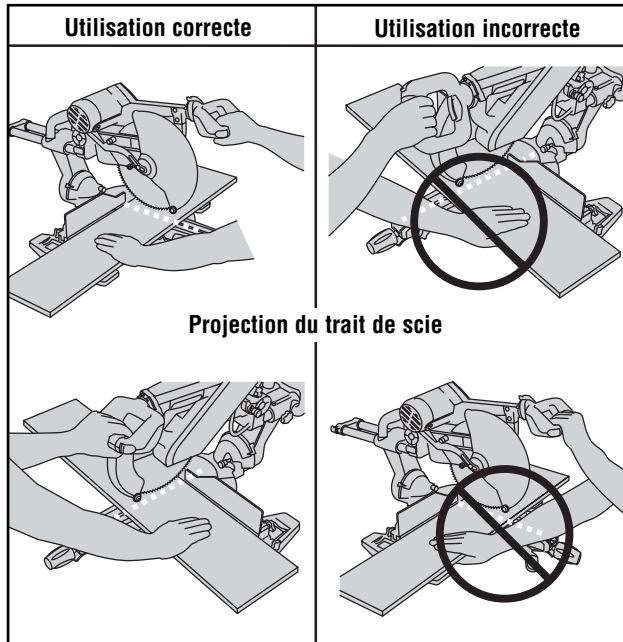

Figure 17. Positions des mains
**AVERTISSEMENT** Positionnez votre corps et vos mains adéquatement pour rendre la coupe plus facile et plus sûre. Observez les instructions suivantes (Figure 17).